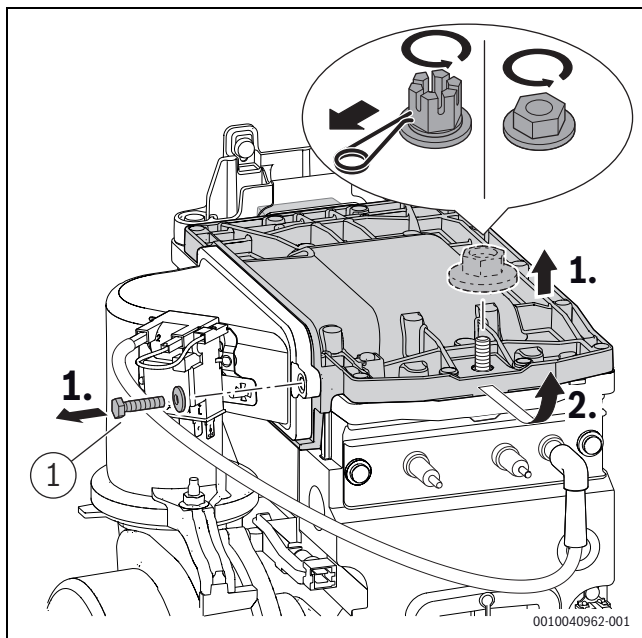

Bild 68 Brennerdeckel ausbauen
- ▶ Schraube ([1], Bild 68) am Brennerdeckel mit 5,5+0,5 Nm festziehen.